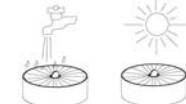

Fig. 27
- También puede limpiar el filtro Tipo HEPA enjuagándolo en un lavabo, haciendo que el agua pase por su lado sucio (parte superior). (Fig. 27). Siempre déjelo secar al aire durante 24 horas antes de volver a colocarlo en la aspiradora. (Fig. 27)